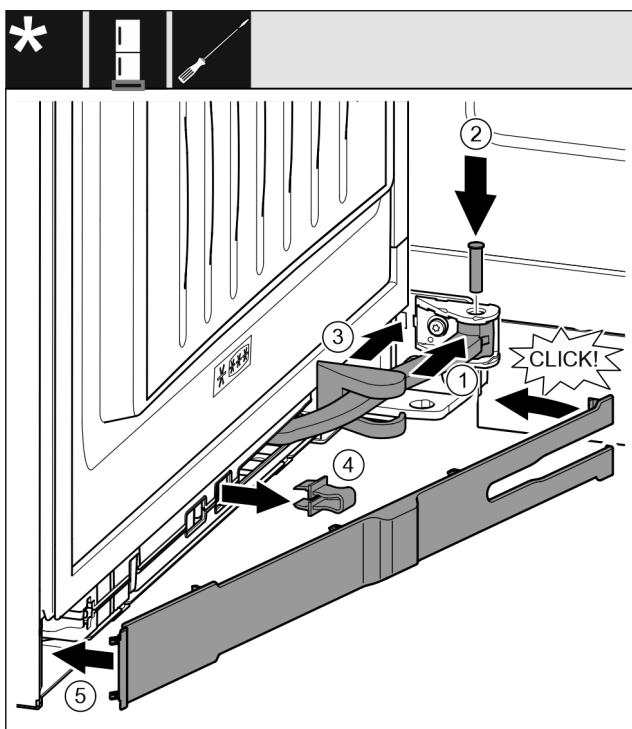

Fig. 43
- Tourner la jointure Fig. 43 (1) dans la fixation.
- Insérer l'axe Fig. 43 (2) dans la fixation et la jointure avec un tournevis. Veiller à ce que l'ergot soit bien en place dans la rainure.
- Faire glisser le cache du support de palier Fig. 43 (3) le long de la jointure et le monter au-dessus de la fixation.
- Retirer la fixation Fig. 43 (4).
- Placer le cache Fig. 43 (5) côté poignée et le faire basculer vers l'intérieur.